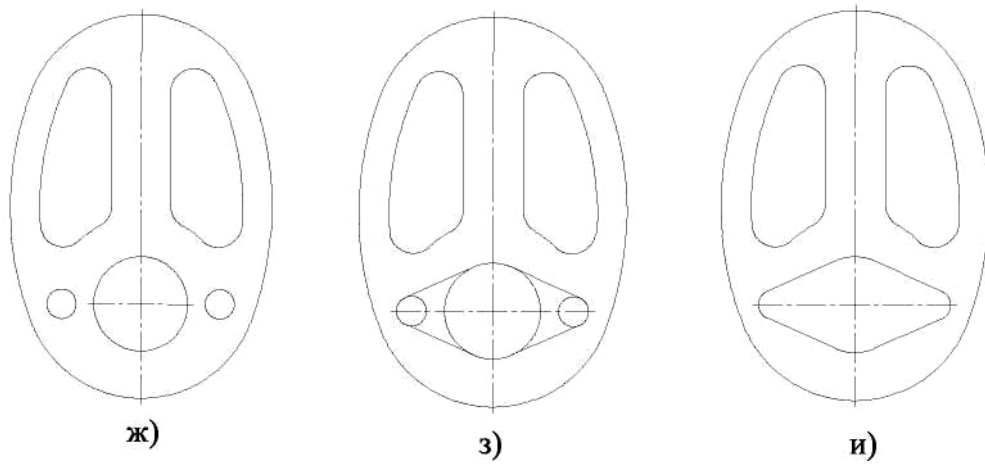

Рис. 2.12 - Последовательность выполнения лабораторной работы
2. Изобразить осевые линии (рис.2.12 а).
б) щелкнуть по пиктограмме **Отрезок**, задать стиль линии **Осевая**, а затем изобразить осевые линии (рис. 2.12 а). При формировании изображений осевых линий использовать расширенную команду  - **Параллельный отрезок** -
3. Изобразить заданные окружности (рис. 2.12 а). Для точного указания точек использовать объектную привязку **Пересечение**. Для этого щелкнуть на кнопке  - **Установка глобальных привязок** и в открывшемся окне установить опцию **Пересечение**.
4. Построить окружности, касательные к заданным окружностям (рис. 2.12 б). Для этого использовать команду  - **Касательная окружность к двум кривым**.
5. Удалить ненужные части окружностей. Использовать команду  - **Усечь кривую** панели **Редактирования** (рис. 2.12 в).
6. Построить дугу окружности **m** на заданном удалении от внешнего контура и прямую **n**, параллельную вертикальной оси симметрии (рис. 2.12 г). Использовать команду  - **Эквидистанта кривой** панели **Геометрия**.
7. Построить сопряжения между прямой **n** и дугой окружности **m**. Для построения сопряжений использовать команду  - **Скругление** (рис. 2.12 д, ж).
8. Построить окружности и касательные к ним. Для построения касательных использовать опцию  - **Отрезок, касательный к двум кривым** (рис. 2.12 з, и).
9. Удалить ненужные части окружности с использованием команды  - **Усечь кривую** (рис. 2.12 к).
10. Установить точность размерных надписей - число знаков после запятой 0 (рис. 2.12). Выполнить изображения размеров.